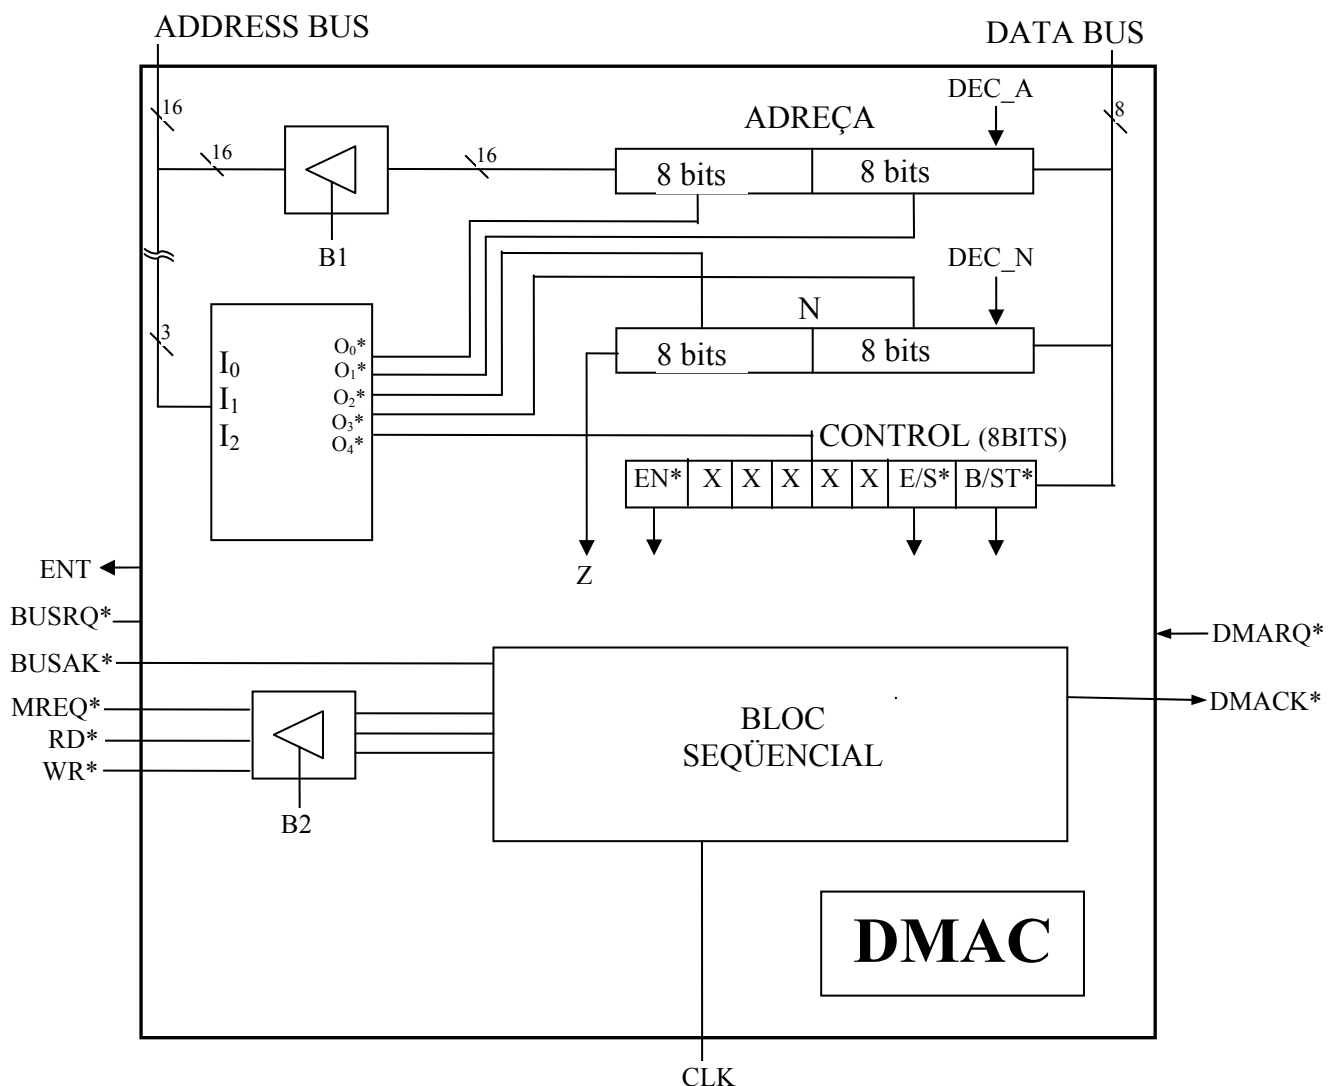

Figura 2. Controlador simplificat de DMA
A la figura 2 es mostra l'estructura interna del DMAC simplificat. Els senyals interns DEC_A i DEC_N decrementen en una unitat el contingut dels registres ADREÇA i N, respectivament. La línia interna Z es posa a '1' quan el contingut del registre N és 0 (0000h).
3. En el cronograma del ciclo de reconeixement d'interrupció del microprocessador de la figura 2, dibuixar el senyal V1 indicant, si s'escau, els retards corresponents. (20%)